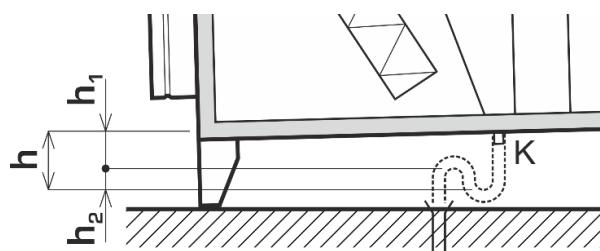

Abbildung 1
- Schließen Sie an den Kondensatanschluss KV des Lüftungsgerätes ($\varnothing 32\text{mm}$) einen Siphon oder bei Aussengeräten, ein rostfreies flexiblen Rohr (Riffelrohr) an, das wie ein Siphon mit den Maßen nach Abb.1 geformt wird.